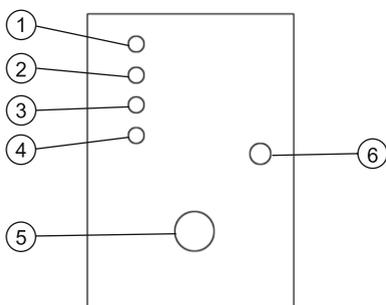

рис. 2
**Рис. 2** (Блок автоматического управления): **1**. Индикатор сети **2**. Индикатор работы генератора **3**. Индикатор авто режима **4**. Индикатор сбоя **5**. Кнопка выбора режима **6**. Замок щитка.
(поз **5.рис. 3** рис. 2).
После исчезновения напряжения в сети, блок предпримет первую попытку запуска генератора. Если генератор с первой попытки не завёлся, устройство запуска сделает паузу в несколько секунд, а затем предпримет вторую попытку. Если генератор не заведётся с и третьей попытки, блок прекратит попытки запуска и загорится индикатор сбоя (поз. 4 рис. 2). Найдите причину, по которой не происходит запуск генератора, устраните её.